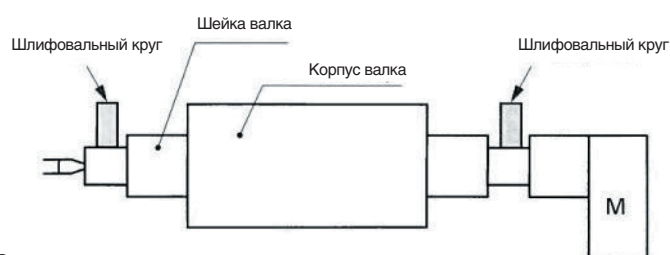

Рис. 3.29
- (1) Проведите шлифовку ступеньки (опоры вала), поверхность которой определяет точность профиля. После шлифовки замерьте отклонения от круглости, радиальное биение и отклонения от цилиндричности. (**Рис. 3.29**)